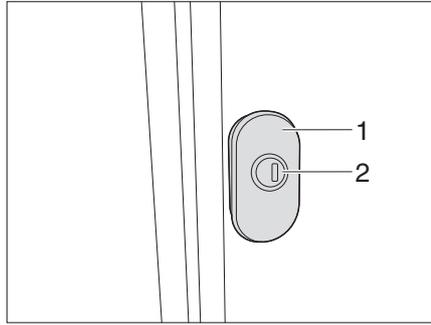
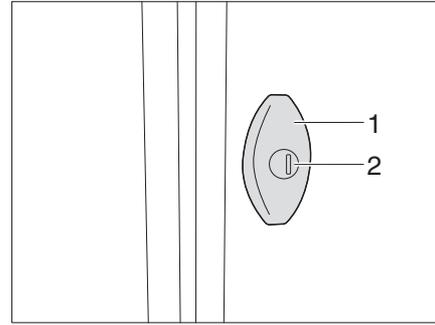

Fig. 30 Serrure pivotante (variante 1)
Fig. 31 Serrure pivotante (variante 2)
- Insérer la clé dans le cylindre de fermeture (Fig. 30/ Fig. 31,1) et la tourner d'un quart de tour. La serrure du portillon est déverrouillée.
- Tirer sur la serrure pivotante (Fig. 30/ Fig. 31,2) et tourner de 180° dans le sens contraire des aiguilles d'une montre. Le portillon extérieur est ouvert.